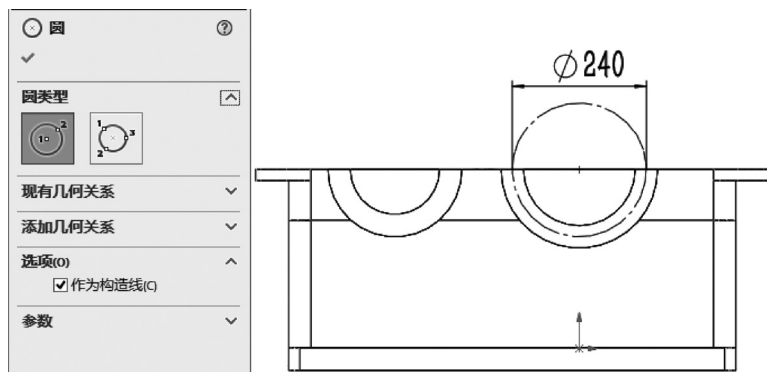

图 9-68 绘制圆
**1** 绘制圆。选择菜单栏中的“工具”→“草图绘制实体”→“圆”命令，或单击“草图”控制面板中的“圆”按钮，以大轴承安装孔凸缘的圆心为圆心画圆，系统弹出“圆”属性管理器。勾选“作为构造线”复选框，并设置直径尺寸为 240，如图 9-68 所示。